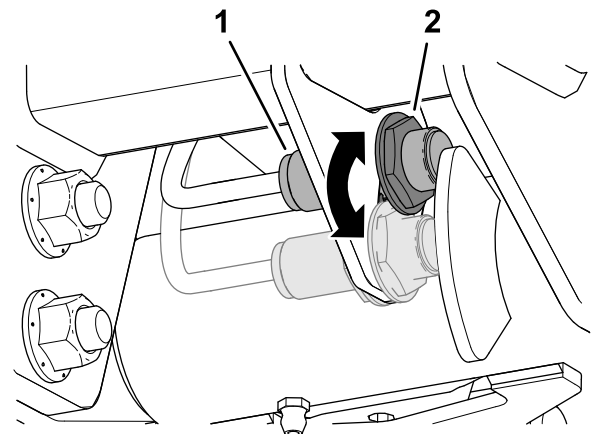

Figura 93
3. Slăbiți contrapiulița care fixează comutatorul braului de ridicare pe placa cu comutatoare (Figura 93).